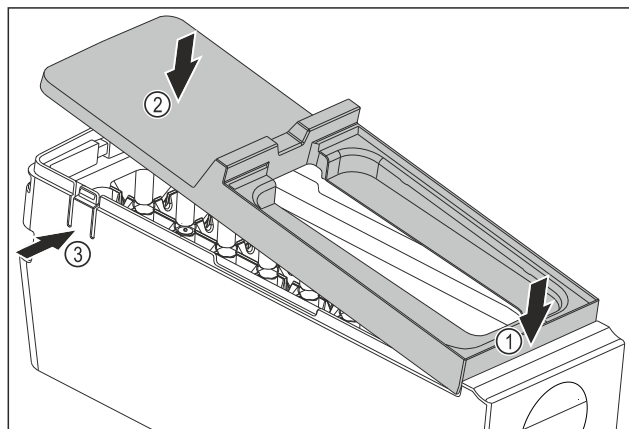

Fig. 133
- ▶ Смонтируйте крышку корпуса EasyTwist-Ice: Установите крышку спереди. Fig. 133 (1)
- ▶ Опустите крышку сзади. Fig. 133 (2)
- ▷ Крышка со щелчком фиксируется в накладках Fig. 133 (3).